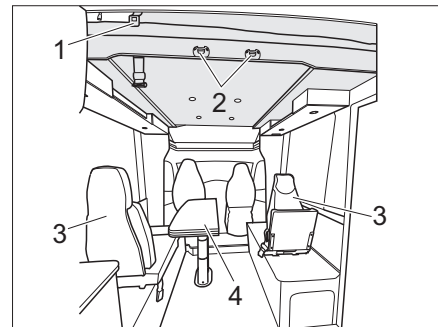

Fig. 160 Letto basculante elettrico (variante 3)
- Agganciare la scaletta di accesso al letto basculante con i due archetti incorporati nelle graffe (Fig. 160,2).
- Spostare verso il basso il tavolo ribaltabile e abbassabile a 2 gambe (Fig. 160,4) (vedi capitolo 7.8.8).
- Smontare e stivare 2 sedili singoli (Fig. 160,3).